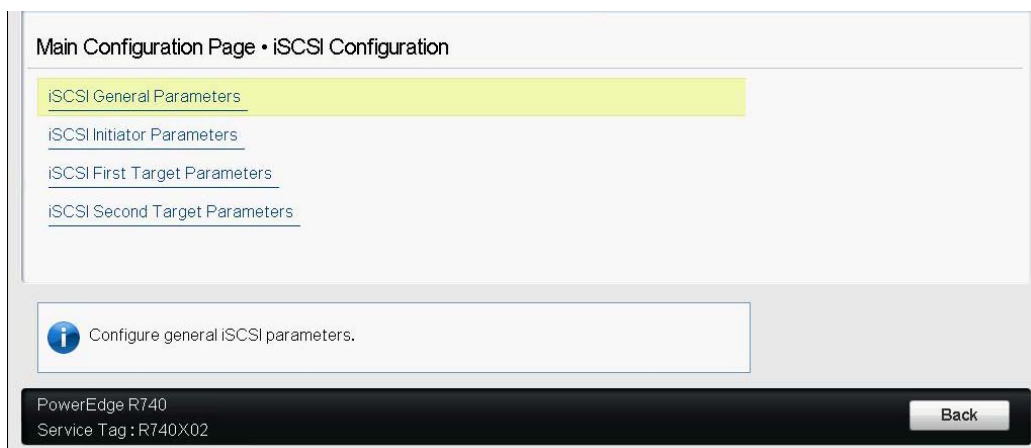

Figure 9-7. Configuration du système : Sélection des paramètres généraux
2. Sur la page de configuration iSCSI, sélectionnez **Paramètres généraux iSCSI** (Figure 9-7), et appuyez sur ENTRÉE.